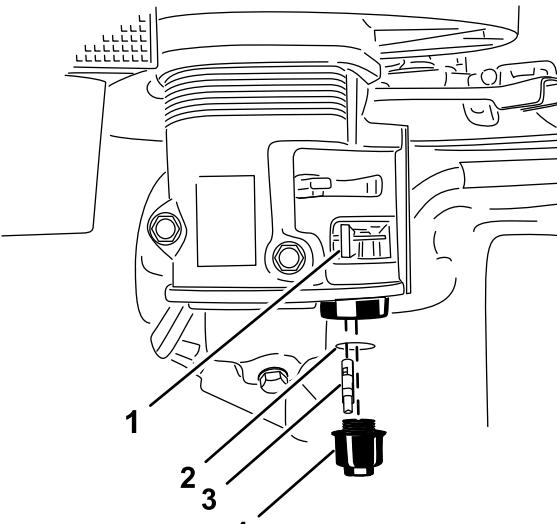

Figura 34
3. Mova a alavanca da válvula de combustível para a posição Off, movendo-a completamente à direita (Figura 34).
4. Remova o copo de decantação (Figura 34).
5. Remova o filtro de combustível e o anel "O-ring" (Figura 34).
8. Instale o filtro de combustível na parte inferior do carburador (Figura 34).